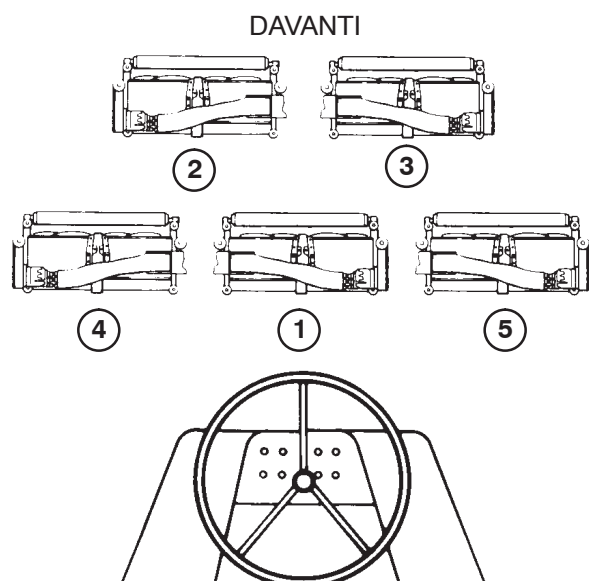

Figura 1
1. Consultate la Figura 1 e disponete tutti e cinque gli apparati di taglio sul suolo davanti alla macchina. Mettete i tre apparati di taglio di destra (sono tutti uguali) nelle posizioni n. 1, 3 e 5, e posizionate anche gli apparati di taglio di sinistra n. 2 e 4 (entrambi uguali).